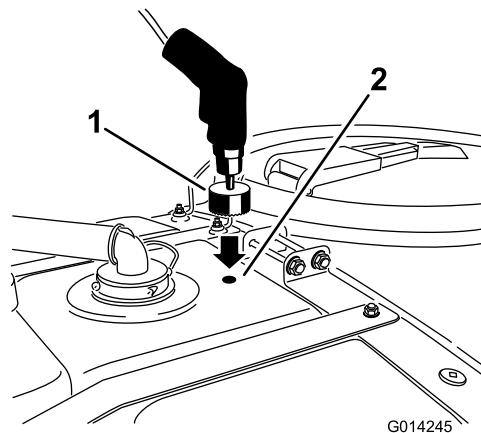

Рисунок 12
- С помощью кольцевой пилы диаметром 4,5 см просверлите отверстие в отмеченном месте (Рисунок 12).